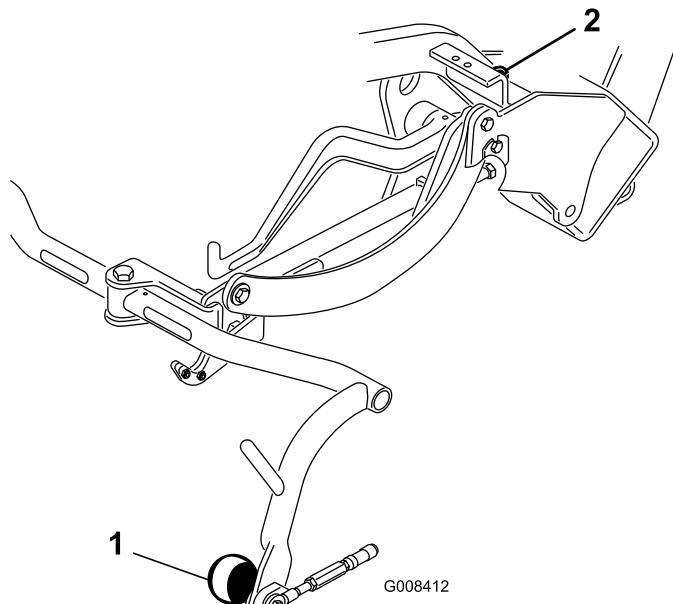

Рисунок 9
- Если требуется регулировка, ослабьте зажимную гайку на упорном винте несущей рамы (Рисунок 9) и поворачивайте винт вверх или вниз для подъема или опускания несущей рамы. После выполнения регулировки затяните зажимную гайку.